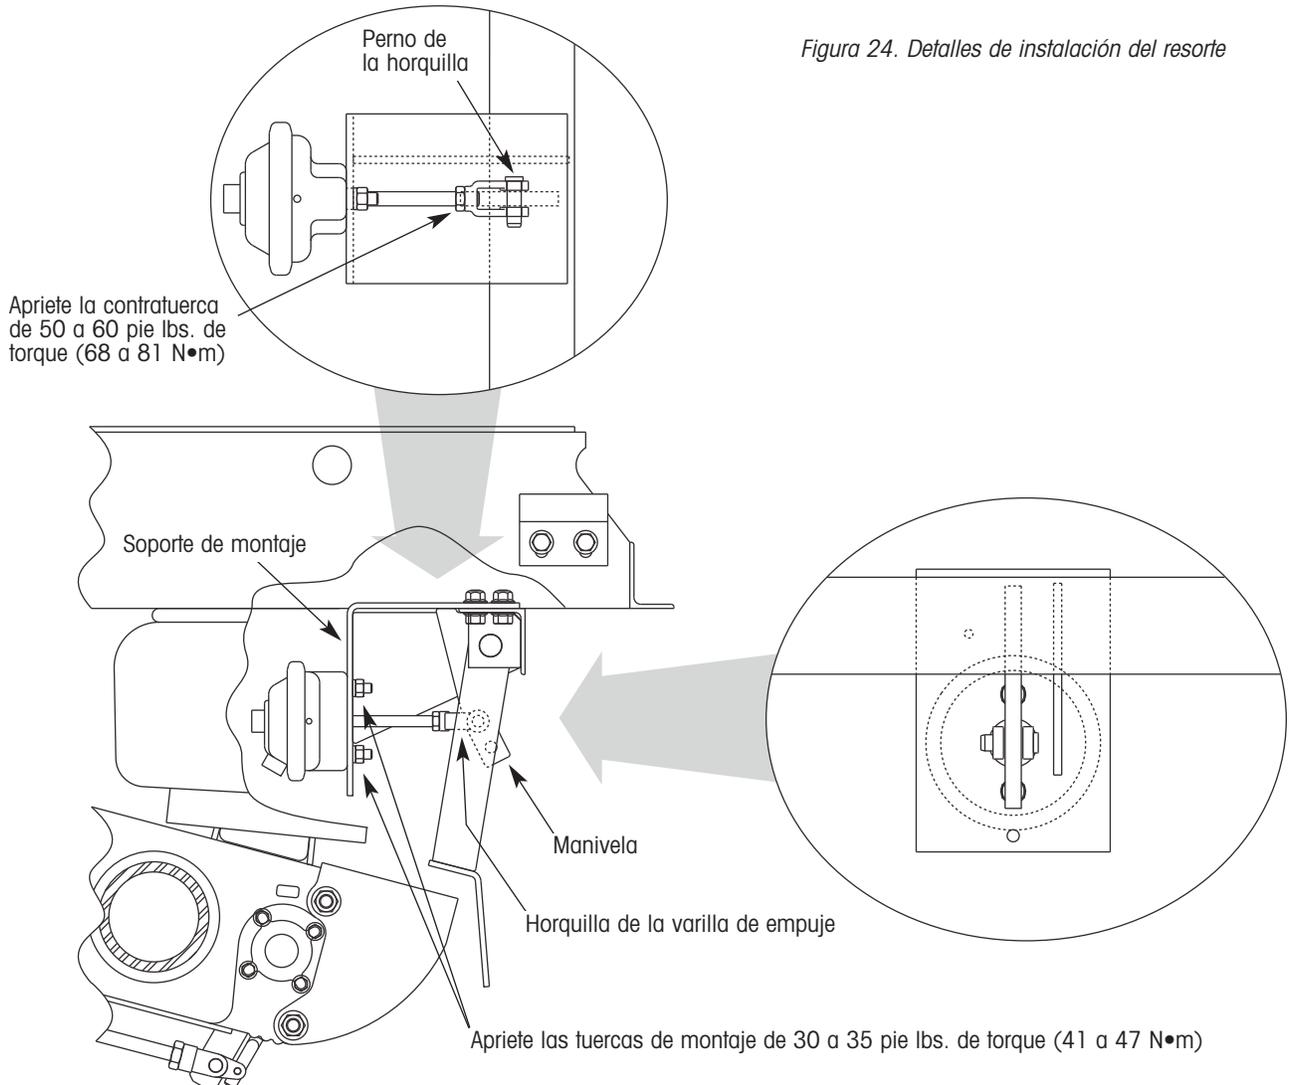

Figura 23. Detalles de instalación del actuador tipo cámara de frenos VANTRAAX™ HKAT 46K (HKA200) y HKAT 50K (HKA250)
2. Deslice la varilla de empuje de la cámara de frenos a través del soporte de montaje (figura 23). Alinee la horquilla de la varilla de empuje con el agujero superior de la manivela. Inserte el perno de la horquilla a través de la horquilla y la manivela. Asegure el perno de la horquilla con una chaveta.
3. Apriete las tuercas de montaje de la cámara de frenos (figura 23) a un torque de 30 a 35 pie lbs. (41 a 47 N•m). Apriete la contratuerca en la varilla de empuje a un torque de 50 a 60 pie lbs. (68 a 81 N•m).